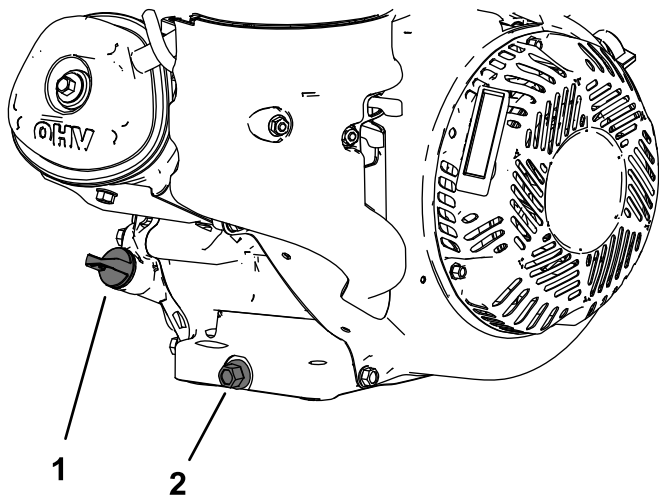

Figure 20
- Enlevez le bouchon de vidange (Figure 20).